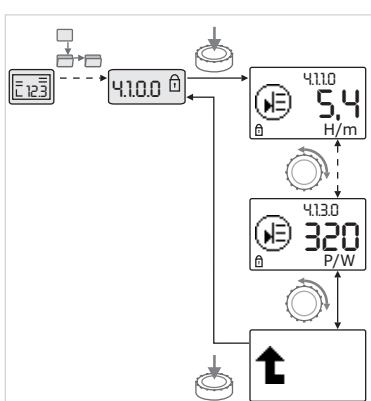

Fig. 37: Richiamo di informazioni
- Ruotando il pulsante rosso selezionare gli elementi di menu del tipo "Informazioni" dell'attuale sottomenu (vedi fig. 37). Per la spiegazione delle impostazioni rappresentate da simboli vedi la tabella nel capitolo 8.7 "Riferimento elementi di menu" a pagina 88".